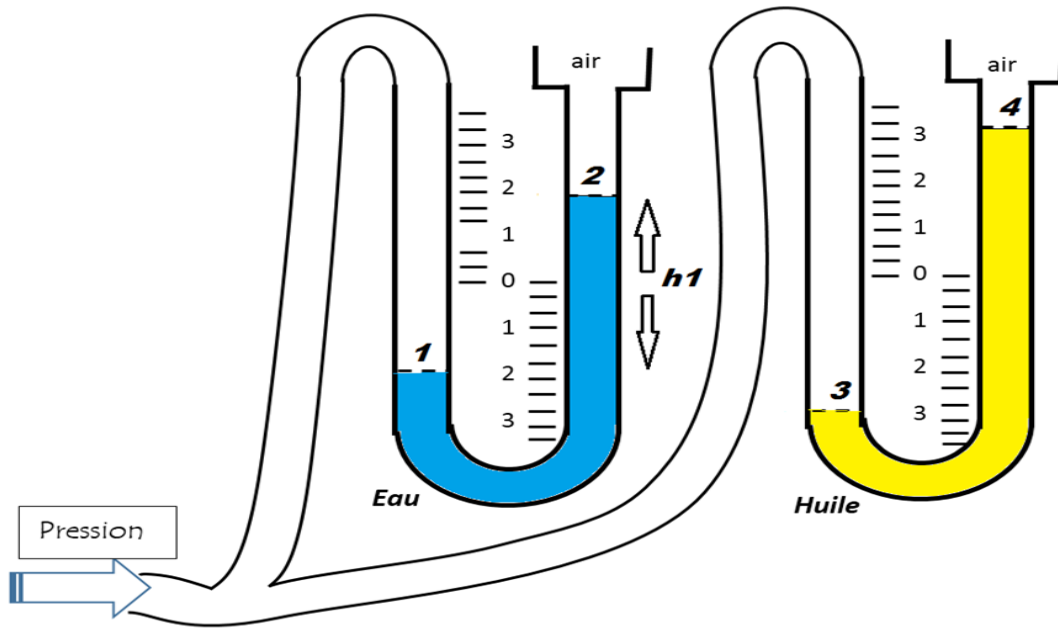

Figure 1
- Calculer les pressions absolue et relative au point 1 (figure 1).